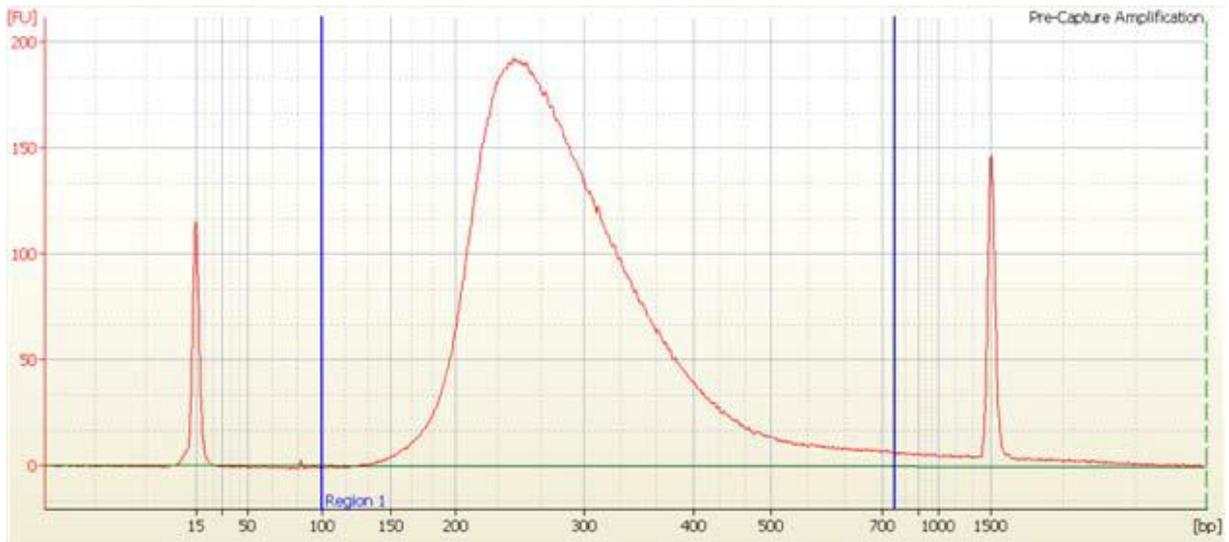

図 8 増幅されたアダプター付き DNA ライブラリの DNA1000 アッセイの泳動図。泳動図から 225 bp-275 bp の位置に、シングルヌメアピークのピークトップが観察される。
9. 結果をチェックします。図 8 の泳動図のような分布が得られ、225-275 bp 付近の位置にピークがあることを確認します。